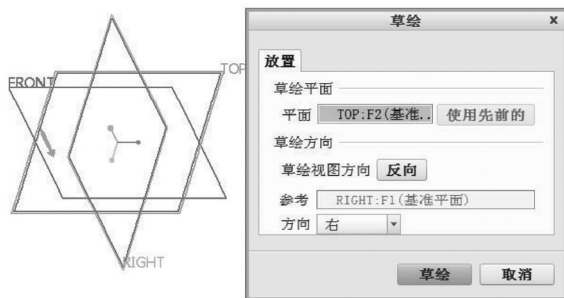

图 4-6 定义草绘平面及草绘方向
3) 选择 TOP 基准平面作为草绘平面，以 RIGHT 基准平面为“右”方向参照，如图 4-6 所示。单击“草绘”按钮，进入草绘模式。